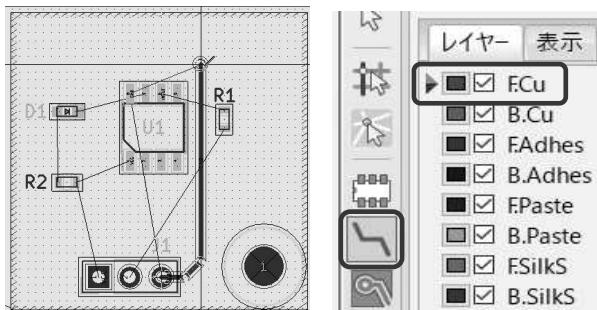

図 10-15
(13) 手動配線・練習
- ① グリッドを 0.6350mm(25.00mils)にします。
- ② 右ツールバー 「配線とビアの追加」を選択。「F.Cu」レイヤーを選択します。図 10-15